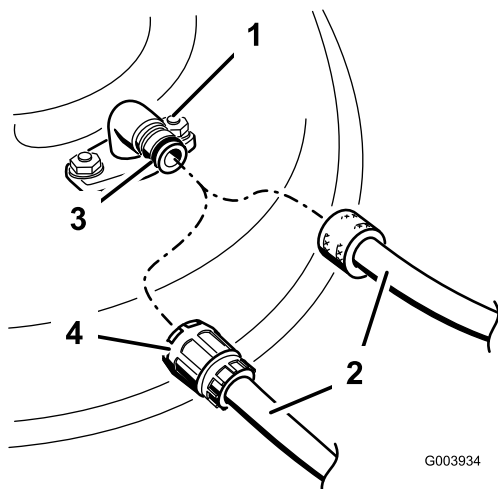

Figure 47
3. Vissez le raccord de lavage à l'embout de lavage du carter de tondeuse et ouvrez l'eau en grand (Figure 47).